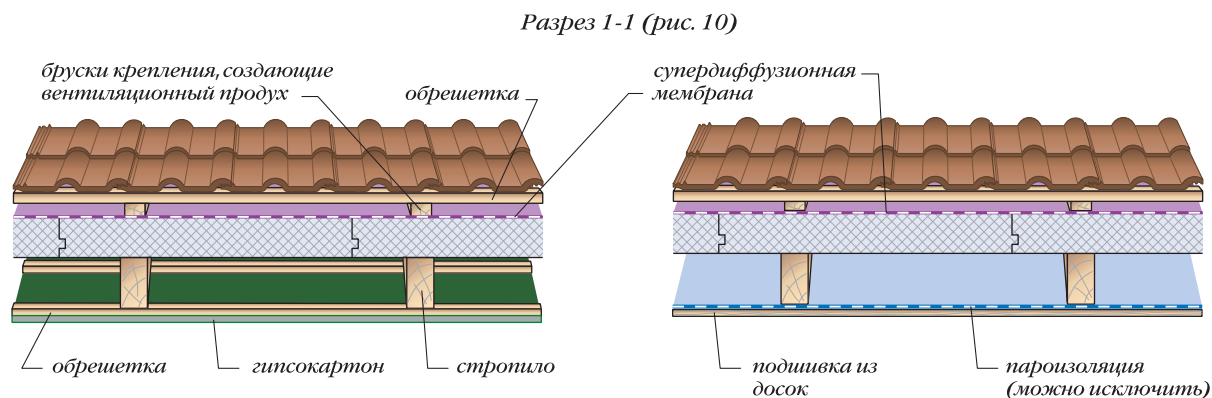

Рис. 11. Теплоизоляция пенополистирольными плитами поверх закрытых стропил
2. Изоляция поверх стропил (рис. 11). Закрытые стропила.